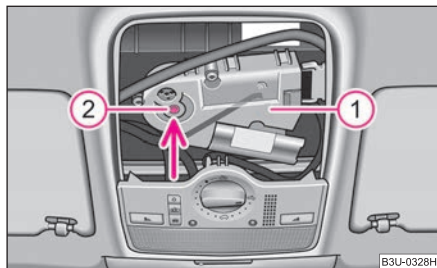

**Fig. 33** Vano nell'imperiale: azionamento d'emergenza
- Infilare la chiave esagonale, gr. 4, fino all'arresto nell'apertura e chiudere o aprire il tetto scorrevole/sollevabile ⇒ fig. 33.